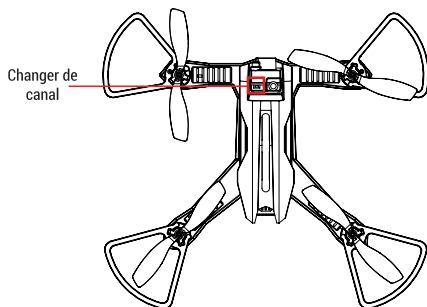

Figure 1: Drone
1) **Changer la fréquence d'émission du drone (Figure 1)**: